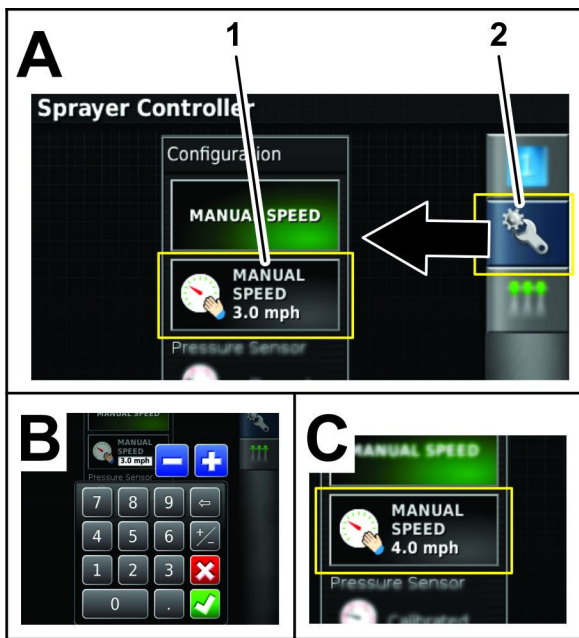

图 97
- F. 按手动速度输入图标图 97。
- G. 使用键盘输入模拟速度然后按确认图标图 97。